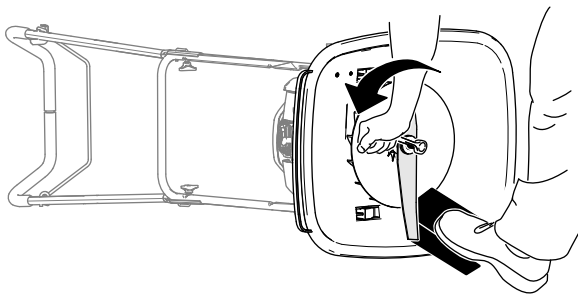

Figura 27
4. Folosiți o bucată de lemn pentru a menține lama stabilă (Figura 27).
- Utilizai cheia furnizată împreună cu maina pentru a îndepărta lama rotind urubul în sens invers acelor de ceasornic (Figura 27).